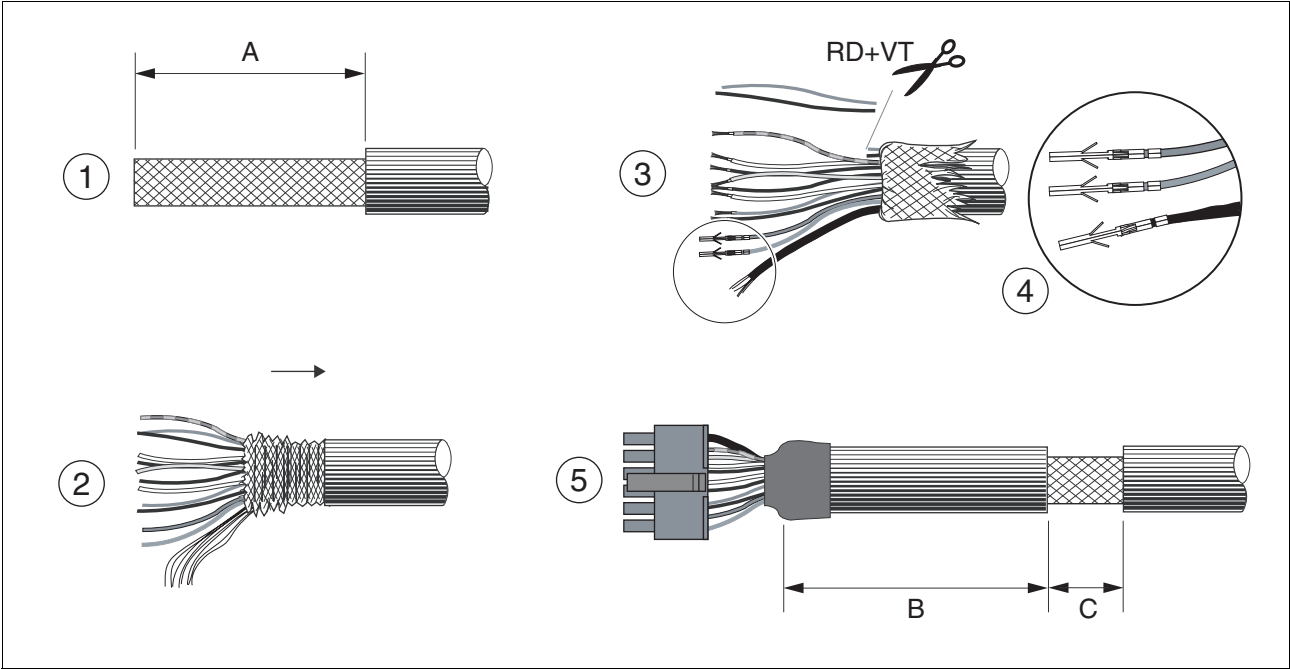

图 6.13 装配编码器电缆的步骤（1-5）
- ▶ 请使用组合式电缆（起自页码 12-2），以便将接线错误所带来的危险减小到最低程度。图 6.13 中的操作步骤 5 在装配电缆时必不可少。设备上的屏蔽线安装尺寸适合于使用随货提供的 EMC 板。
- ▶ 如果不使用组合式电缆，请注意图 6.13 中的操作方法和尺寸。